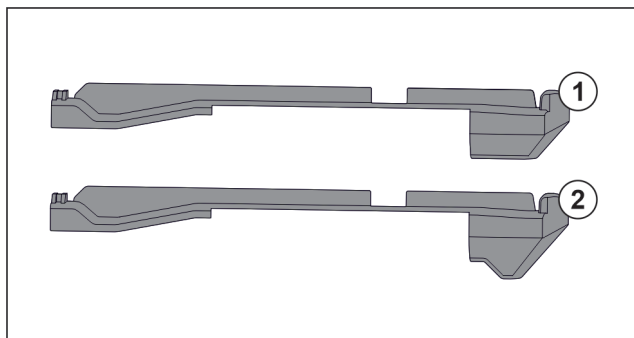

Fig. 74 Confronto degli elementi inseribili
Nell'apparecchiatura si trovano due diversi elementi inseribili. L'elemento inseribile sopra il cassetto più in basso Fig. 74 (2) presenta un bordo triangolare. Tutti gli altri elementi inseribili Fig. 74 (1) dispongono di un bordo dritto.
- ▶ Applicare l'elemento inseribile Fig. 74 (2) con il bordo triangolare sopra il cassetto più in basso.
- ▶ Applicare l'elemento inseribile Fig. 74 (1) con il bordo dritto su tutti gli altri punti.